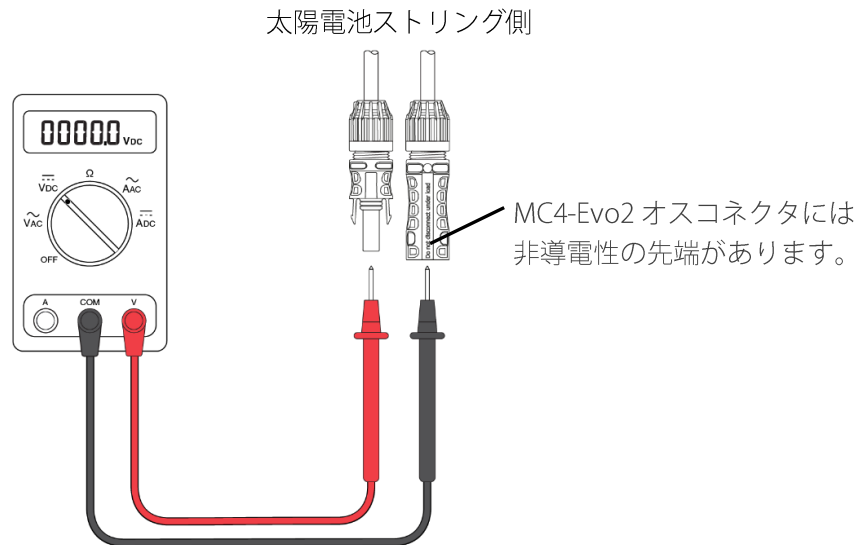

図 12: 入力に接続する太陽電池ストリングの極性を確認
7. 安全手順とプロトコルに従って電圧を測定し、入力 2 に接続される太陽電池ストリングの極性を確認してください。図 12 参照。